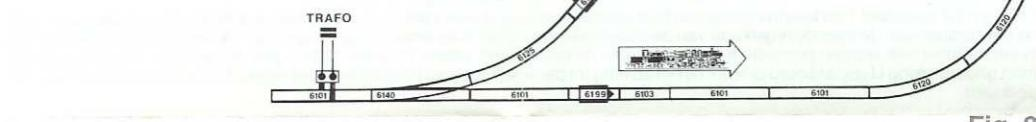
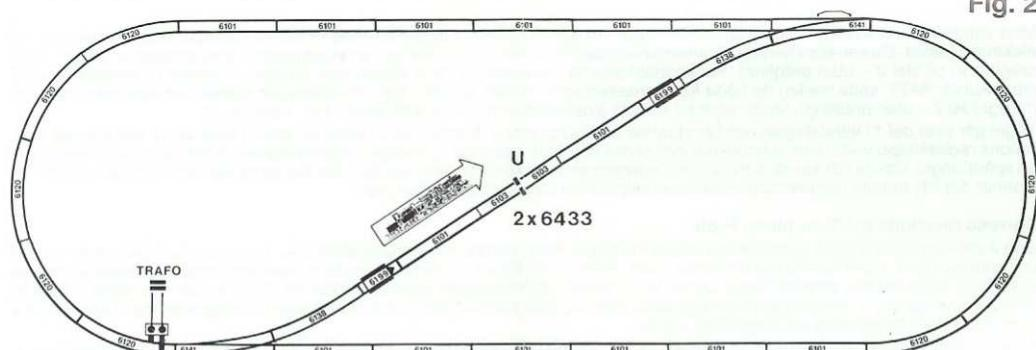

Fig. 1
Fig. 2
Die Funktionsgleise werden möglichst nahe an der Weiche eingebaut. Die Unterbrechung U, bestehend aus 2 Isolierschienenverbindern 6433, ist zwischen die beiden Funktionsgleisstücke zu setzen, und zwar möglichst nahe vor das in Ausfahrttrichtung befindliche Funktionsgleis (Teil 2 – ohne Prägung), jedoch mindestens im doppelten Abstand der längsten Lokomotive. (Fig. 1 und Fig. 2)
Using the reverse loop set 6199, it is possible to have reverse loops incorporated in Profi Track, without any extra wiring problems. It is only possible to run in one direction around the reverse loop, as the wiring of the operating tracks is pre-set for you. (Piece 1 – with raised white direction arrow / Piece 2 – without arrow). The two operating pieces of track should be inserted as near as possible to the points. The isolating break (U), consisting of 2 isolating rail joiners 6433, should be positioned closer to the second operating piece of track at the exit side of the loop (Piece 2 – without arrow), but at a minimum distance of at least double the longest locomotive. (Fig. 1 + 2).
Au moyen du Set 6199, il est possible de parcourir une boucle de retour sans obligation d'établir des cablages électriques. Les boucles ne peuvent être parcourues que dans un seul sens. Celui-ci est indiqué sur les rails spéciaux (rail 1, avec flèche blanche / rail 2, sans indications). Les rails spéciaux doivent être incorporés le plus près possible des aiguillages. Le sectionnement U, composé de 2 éclisses isolantes 6433, doit être placé entre les 2 rails spéciaux et, si possible, assez près du rail spécial de sortie (rail 2, sans indications) en laissant toutefois entre eux une distance égale au double de la longueur de la locomotive la plus longue (fig. 1 et fig. 2).
Met behulp van de keerlus-set 6199 is het mogelijk een Profi-rail keerlus te rijden zonder daarvoor speciale elektrische bedradingen aan te moeten leggen. De keerlus kan slechts in een richting worden gereden, wat bepaald wordt door de elektrische schakeling in de functierail. (Deel 1 met de witte pijl / deel 2 zonder pijl) De functierails moeten zo dicht mogelijk bij de wissel worden gemonteerd. De onderbreking U, bestaande uit 2 geïsoleerde raillassen 6433, dient tussen de beide functierails gemonteerd te worden, zo dicht mogelijk bij de in de uitrijrichting geplaatste functierail. (deel 2 zonder pijl) Men dient echter minstens de dubbele afstand van de langste locomotief aan te houden. (fig. 1 en fig. 2)
Med vändslingeset 6199 är det möjligt att köra genom en vändslinga i systemet med PROFFS-skenan, utan att behöva dra elektriska kablar. Du kan köra genom vändslingen endast i ena riktningen, som ges av kopplingen i funktionsskenan (del 1 – med präglad vit pil / del 2 – utan prägling). Funktionskronorna monteras så nära växeln som möjligt. Avbrottet U, bestående av 2 plastskarvar 6433, sätts mellan de båda funktionsskenorna och det så nära den i körriktningen främsta funktionsskenan som möjligt (del 2 – utan prägling), likväl minst på dubbla avståndet som det längsta loket. (Fig. 1 och fig. 2).
Con il set-racchetta 6199 è possibile transitare sui binari Profi, senza connessioni elettriche. La racchetta è percorribile in un unico senso (part. 1 con freccia bianca incisa / part. 2 senza incisione). Quando è possibile, montare i binari funzionali vicino agli scambi. E' consigliabile inserire l'interruzione U, composta da 2 segmenti di rotaia isolata 6433, vicino allo spezzone di binario funzionale di uscita, e comunque ad almeno una distanza dallo stesso (part. 2 senza incisione), corrispondente al doppio della lunghezza della locomotiva più lunga (Fig. 1 e 2).